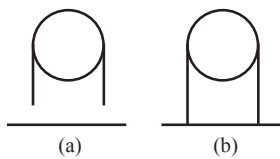

图 1-43 延伸命令
(2)延伸(extend)。延伸命令是指将选定的对象延伸至指定的边界上,使其与边界相交。如图 1-43 所示,水平线是延伸边界,两竖直线是要延伸的对象。作为延伸边界的对象有直线、射线、圆弧、椭圆弧、圆、椭圆、多段线、构造线等。